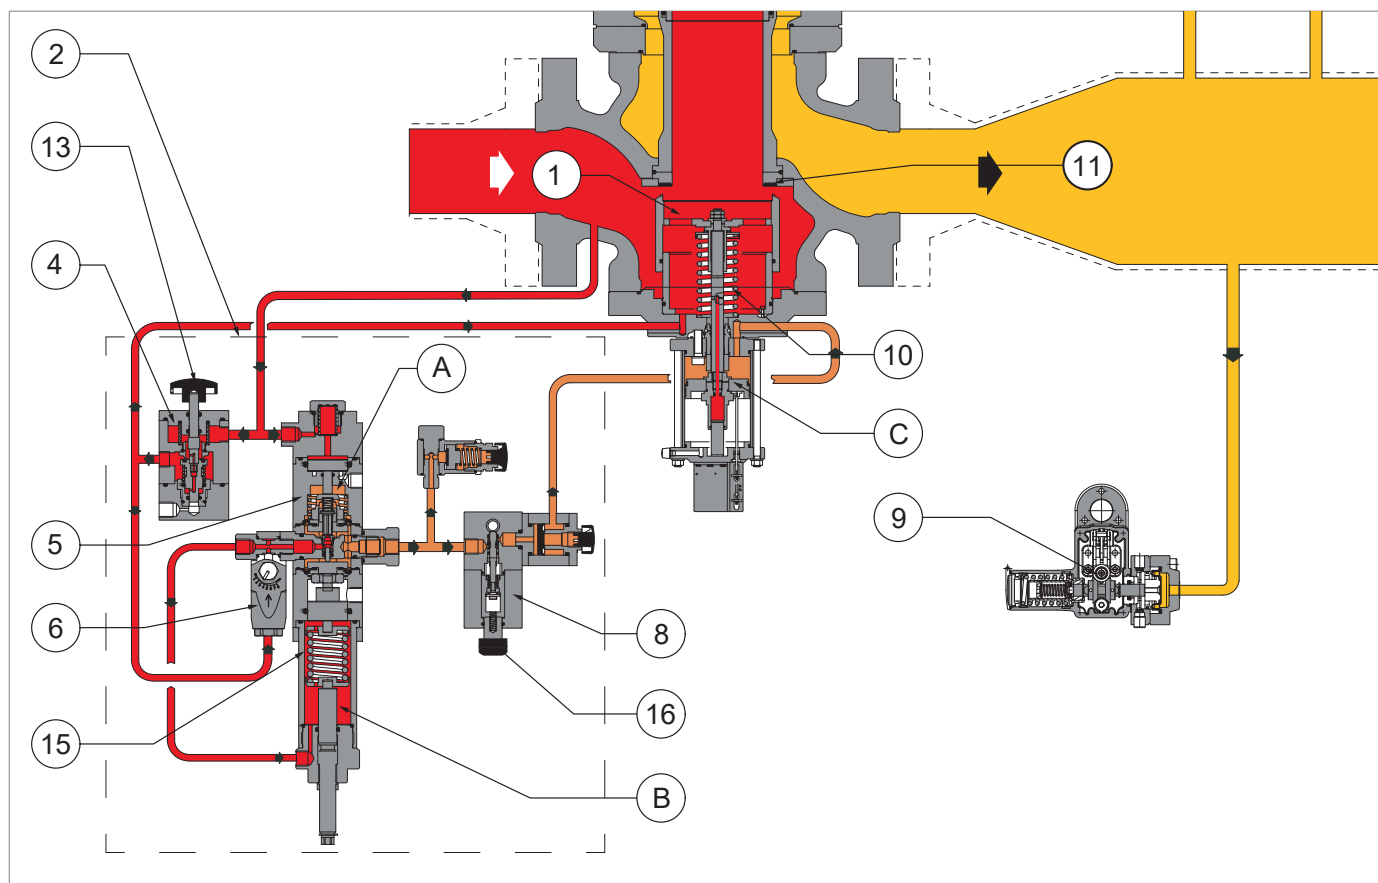

Fig. 4.13. REVAL 182 avec clapet de sécurité intégré HB/97
Le clapet de sécurité intégré HB/97 se compose des éléments suivants (voir Fig. 4.13) :
Le dispositif LINE OFF 2.0 (2) se compose de (voir la Fig. 4.13) :